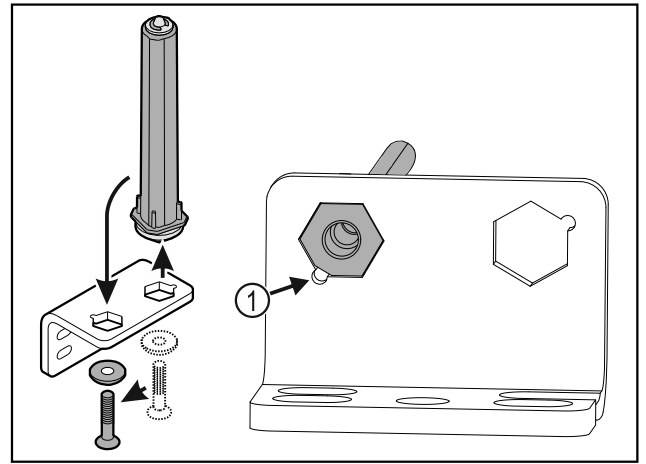

Fig. 25
- ▶ Звертати увагу на те, щоб при вставці нахил пальця Fig. 25 (1) показував на круглий отвір.